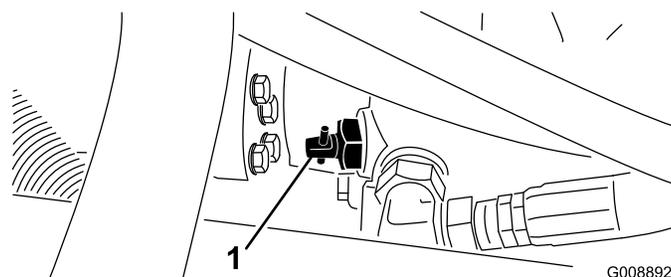

Bild 26
- Ermitteln Sie das Sicherheitsventil an der Pumpe (Bild 26) und drehen Sie das Ventil um 90 Grad.